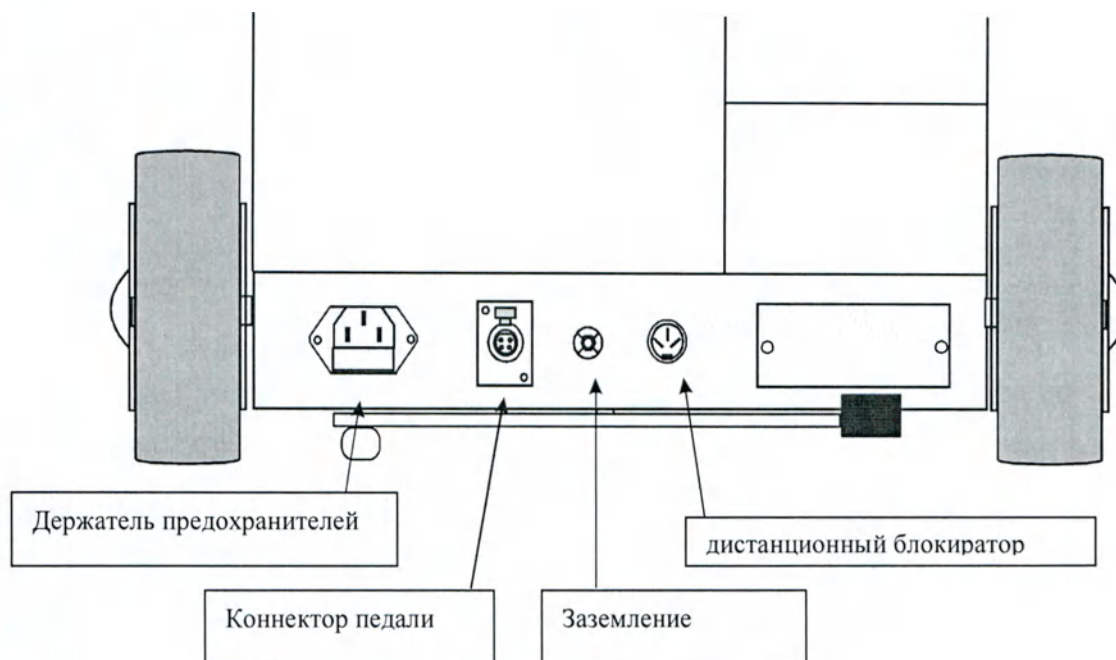

Рис. 6. Разъемы на панели электропитания.
Аппарат оборудован кабелем питания. Один терминал кабеля служит для подключения к задней панели прибора, а другой с трехштырьковой вилкой для подключения к сети питания (однофазный переменный ток). Воспользуйтесь коннектором для внешнего заземления на задней панели (рис. 6), чтобы обеспечить дополнительное уравнивание потенциалов путем подключения к земле.
Для подключения педали к аппарату воткните ее коннектор в разъем для педали на задней панели (рис. 6). Поляризация коннектора не позволяет установить его неправильно.
- Проверьте, что педаль хорошо подключена к коннектору FOOTSWITCH (коннектор для педали) на задней панели (рис. 6).
- Воткните правильный терминал сетевого кабеля в сетевой разъем (рис. 6) на задней панели аппарата, а другой в подходящую розетку переменного тока.